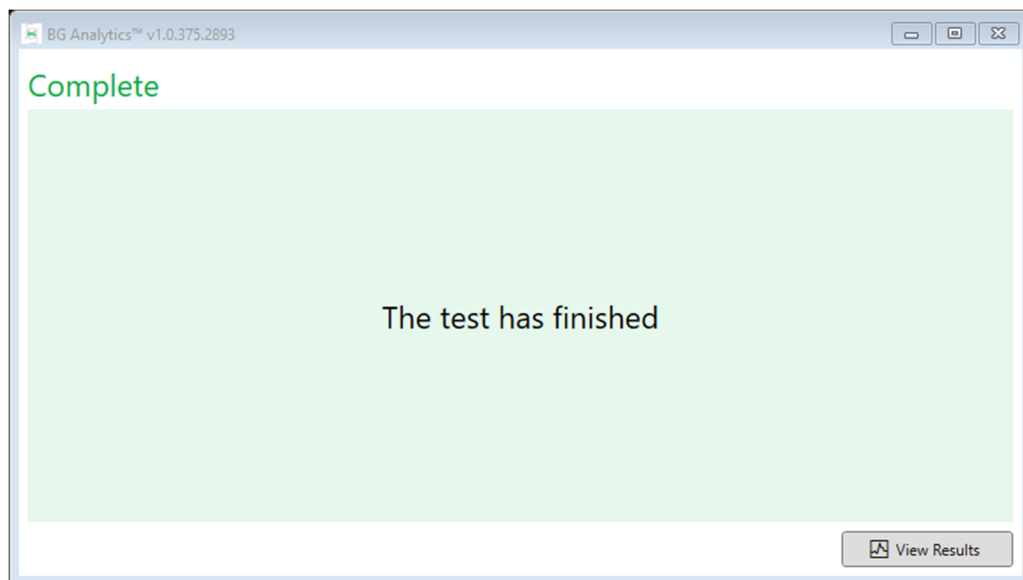

Figura 14. Pantalla Completado de BG Analytics®
8. Tras finalizar la prueba en todos los pocillos, BGA pasará automáticamente a la pantalla **Completado** y mostrará “La prueba ha finalizado” (tal como se muestra en la Figura 14).